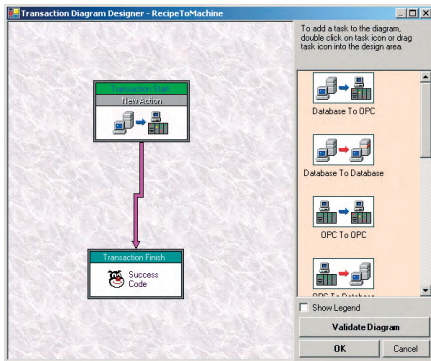

Рис. 50. Графический конфигуратор транзакций
- Нажмите кнопку **Diagram Design** (Построение диаграммы). Будет открыто окно **Графического конфигуратора транзакций**, показанное на рис. 50.